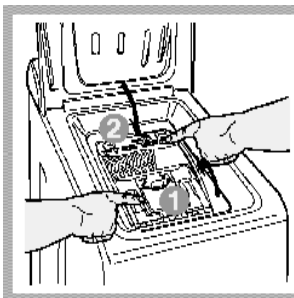

Fig. 4
D) Închiderea tamburului (Fig. 4):